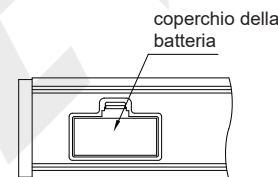

Fig.1
- Rimuovere il coperchio del vano batterie (Fig. 1)